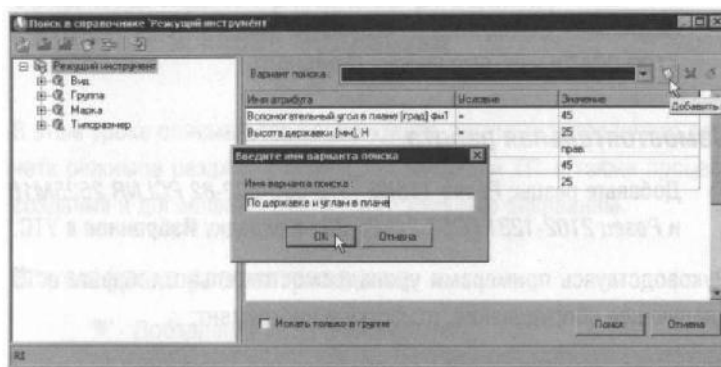

Рисунок 47
9) Нажмите на кнопку **Добавить вариант поиска** и введите во вновь открывшемся окне название варианта **По державке и углам в плане** (рис. 47). Вновь наполните список критериев так, как это было сделано выше.